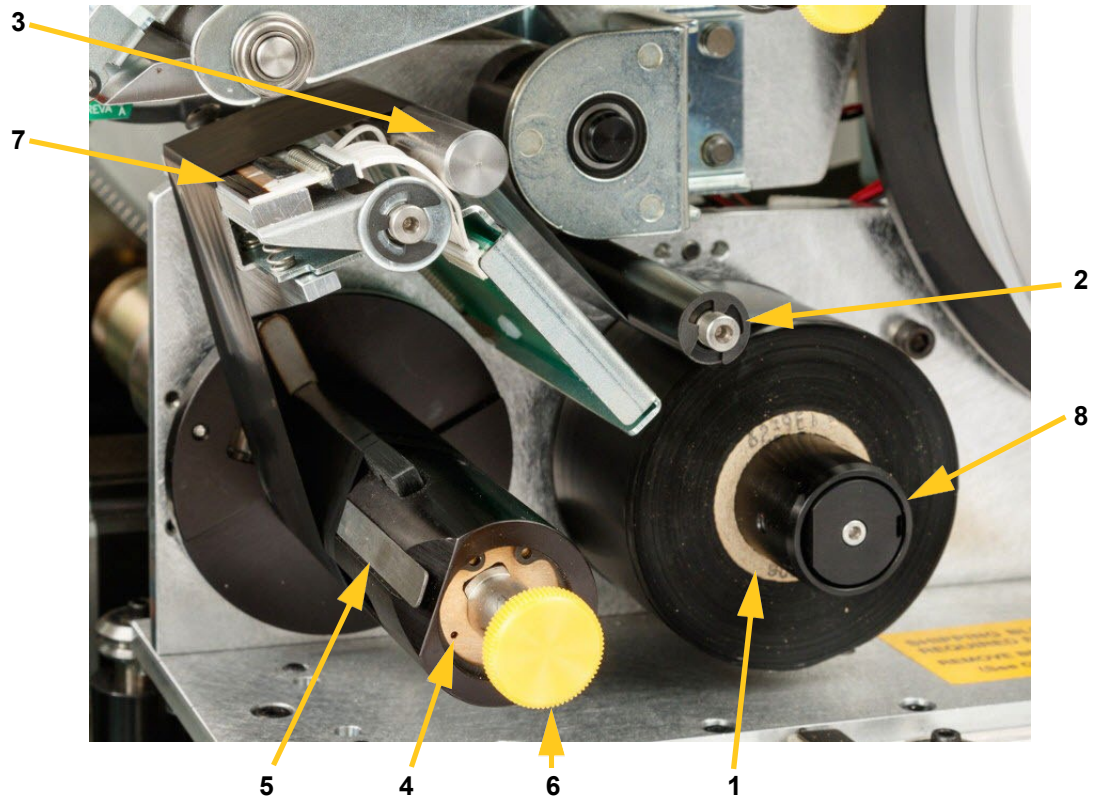

Figura 4-10. Componente traseu
Dacă în imprimantă există deja o panglică folosită, scoateți-l (vezi Figura 4-10 la pagina 28):
- Trageți panglică pe sub rola de ghidaj, peste bara de ghidaj și capul de imprimare. Vezi Figura 4-10 la pagina 28.
- Trageți panglica pe sub lamelă (A), așa cum se indică în figură, până când aproximativ 3 cm au trecut de aceasta.
Notă: Asigurați-vă că panglica cu cerneală este împins până la capăt iar panglica urmează traseul ilustrat în Figura 4-10 de la pagina 28.